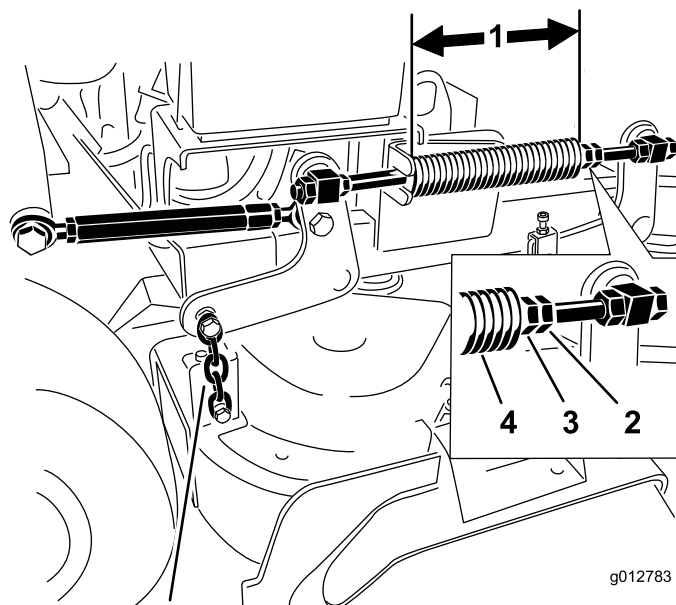

Bild 89
2. Messen Sie die Länge der Druckfeder. Die Nennlänge beträgt 28,2 cm für 91-cm-Mähwerke und 25,7 cm für 102-cm-Mähwerke (Bild 89).
3. Stellen Sie den Abstand ein. Lösen Sie die Federklemmmutter und drehen Sie die Mutter vorne an jeder Feder (Bild 89).
4. Arretieren Sie die Mutter, indem Sie die Federklemmmutter anziehen (Bild 89).